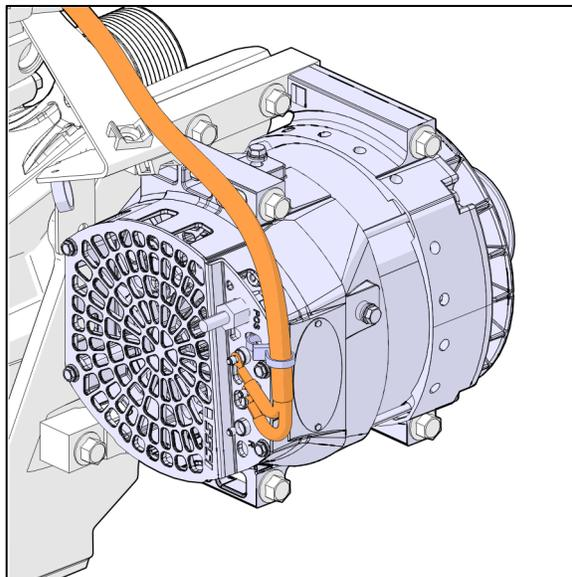

FIGURE 73
32. Installation du câblage de contrôle 0610037 sur l'alternateur. (Figure 73)